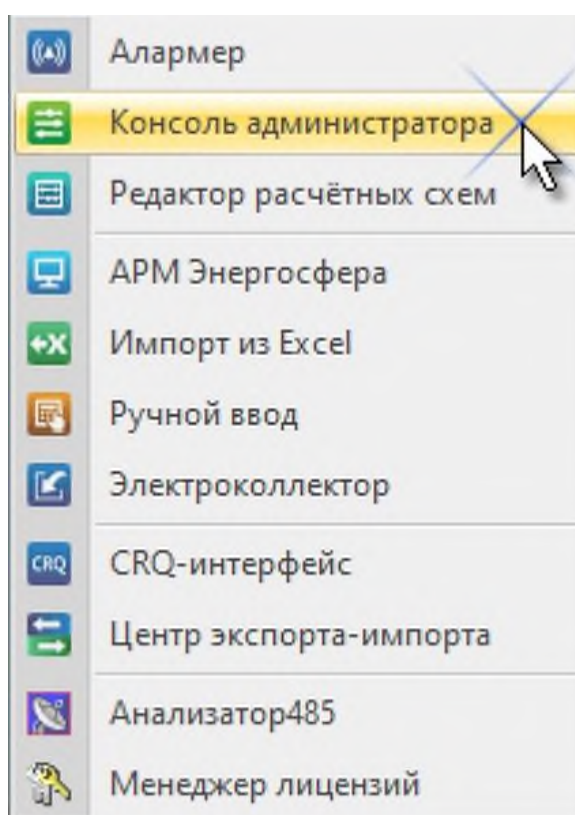

Рисунок 2.1.
2.1.3 Для добавления высоковольтного прибора учета МИРТЕК-135-РУ (далее ВПУ) и конфигурации схемы сбора данных выбрать *Консоль Администратора* (рисунок 2.1). Запуск программы *Консоль администратора* рекомендуется выполнять из Менеджера программ ПК «*Энергосфера*»: